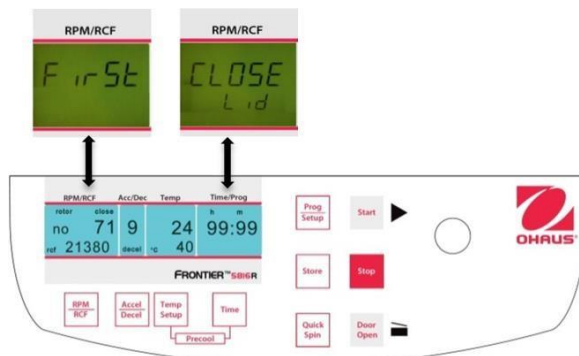
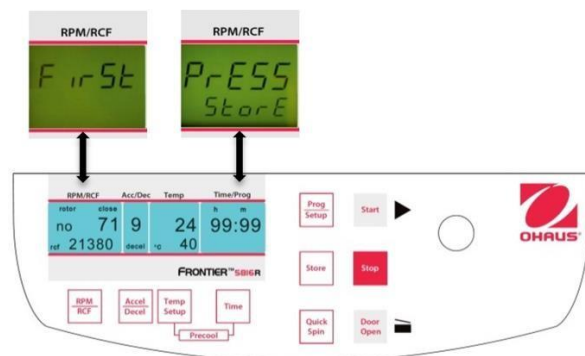

Figure. 23
Figure. 24
Fermer le couvercle de la centrifugeuse. Procéder dorénavant selon la description précédente afin de définir tous les paramètres importants de la centrifugation. Si le couvercle n'est pas fermé lors de la mémorisation du programme, les mots **"FirSt"** et **"CLOSE Lid"** (voir la figure 23) clignotent alternativement sur l'affichage **"RPM/RCF"** (A-1). Si la centrifugation doit être démarrée sans mémorisation du programme, les mots **"First"** et **"PrESS StoreE"** (voir la figure 24) clignotent alternativement sur l'affichage **"RPM/RCF"** (A-1).
Pour adapter les données, appuyer sur la touche **"Store"** (12) (voir les figures 23 et 24) pendant 1 seconde environ. Si le programme est correctement mémorisé, le mot **"Store"** apparaît sur l'affichage **"RPM/RCF"** (A-1). Ceci aura pour effet de faire disparaître le mot **"programm"** (M10). Aussitôt après avoir libéré la touche **"Store"** (12), le mot "programm xx" (M10) réapparaît avec xx correspondant à l'emplacement du programme choisi.